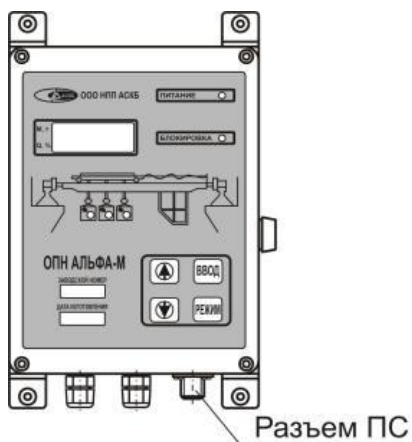

Рисунок 2
2.3 Отключите ПС от ПК и подключите его к разьему ПС (см. рисунок 2), расположенному на торцевой поверхности Бортового микропроцессорного контроллера, при этом БМК может находиться во включенном состоянии.
3.1 Подключите ПС к разъему ПС (см. рисунок 2), расположенному на торцевой поверхности Бортового микропроцессорного контроллера, при этом БМК может находиться во включенном состоянии.